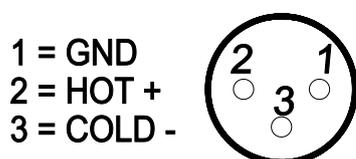

Fig2. Collegamento Ingresso / Uscita XLR Bal
Sul pannello posteriore dell'apparecchio è disponibile la presa XLR femmina d'ingresso (11) per segnali a livello linea. In Fig2. sono riportate le connessioni a queste prese.
In Fig2. sono riportate le connessioni a questa presa.